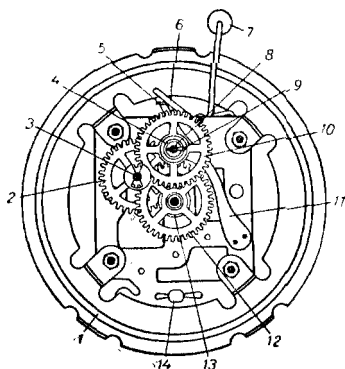
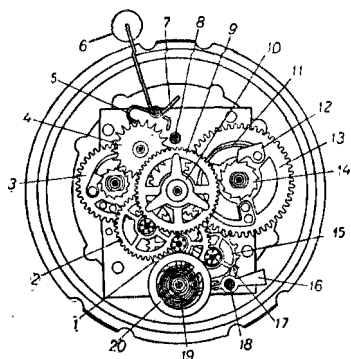

Рис. 59. Механізм будильника з боку циферблата-
Рис. 60 Механізм ходу і бою будильника:
5. Відгинаються гвіздочки, що знаходяться в рамці будильника, знімається циферблат, видаляється штифт 9, сигнальне колесо 10, годинне 12, вексельне 2 (рис. 59). Наступна робота — спускання заводної пружини.
ключ і, міцно тримаючи його правою рукою, пінцетом або викруткою в лівій руці відводять собачку 12 (рис. 60) від храпового колеса 14; спустивши на півоберта пружину, собачку опускають. Змінивши положення руки, цю дію повторюють. Так поступово провадять повний спуск пружини. Щоб руки були вільними, рекомендується провадити цю роботу, закріпивши рамку в точці 7 (рис. 59) у верстачних лещатах-
10. Хвилинний триб 13 (див. рис. 59) міцно насаджений на вісь центрального колеса. Годинникареві необхідно мати інструмент (див. рис. 33), за допомогою якого одним-двома ударами латунного молотка по осі колеса він зміг би зняти триб.